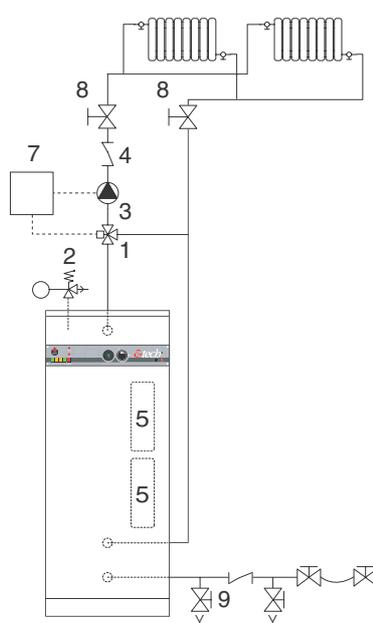

Fig. 2b: Schéma hydraulique avec vanne mélangeuse motorisée
7. Régulation ACV 13 (voir kit de régulation page 5) (fig. 2b)